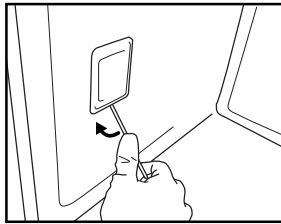

Abb. 7
3. Hebeln Sie die Lampenabdeckung mit Hilfe eines Schraubendrehers nach außen ab (Abb. 7).